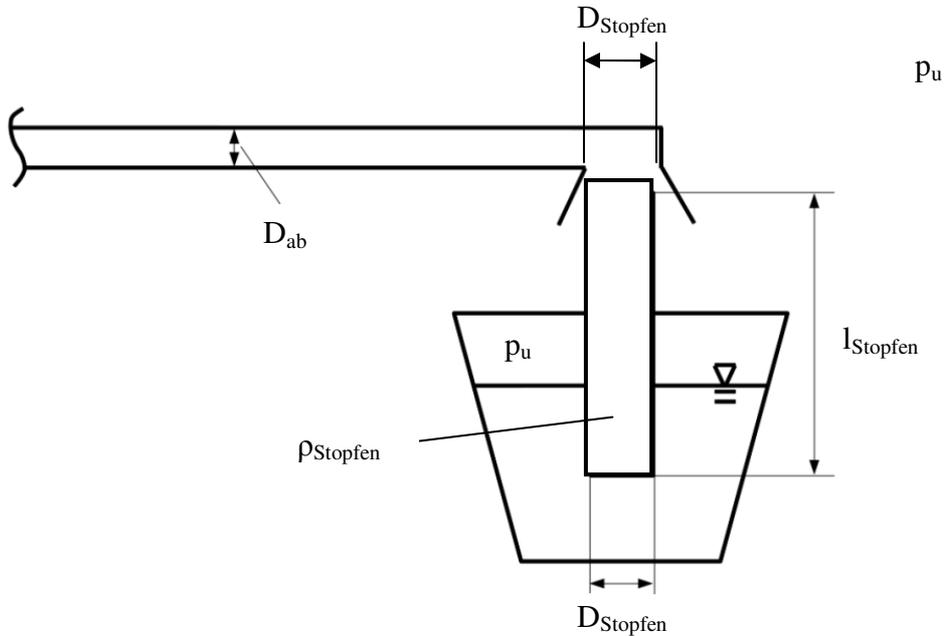

Abbildung 3
Die Wasserstandsregelung von Ktesibies besteht aus einem schwimmenden Stopfen im Auffangbecken. Mit steigendem Füllstand im Auffangbecken steigt der Stopfen, verschließt zunehmend den Ausfluss aus dem Speicherbecken und reduziert so den austretenden Massenstrom (siehe Abbildung 3). Es kann davon ausgegangen werden, dass das Wasser senkrecht aus dem Ausfluss ausfließt und vollständig auf die Oberseite des Stopfens trifft.
- b) Der Stopfen gemäß Abbildung 3 besteht aus Holz mit der Dichte $\rho_{\text{Stopfen}} = 400 \text{ kg/m}^3$. Wie groß ist der Massenstrom im Abflussrohr, wenn der Stopfen wie gewünscht zur Hälfte eingetaucht ist?